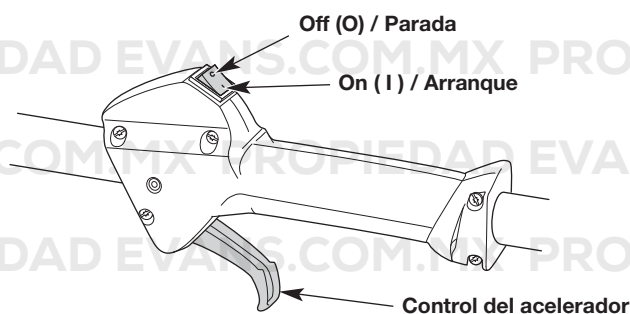

Fig. 7
NOTA: No es necesario encender la unidad. El interruptor de encendido/apagado está en la posición ON (I) (encendido) en todo momento (Fig. 7).
6. Apriete el control del acelerador (Fig. 7) y tire de la cuerda de arranque con un movimiento controlado y firme **5 veces** (Fig. 9).
2. Oprima y mantenga apretado el interruptor de encendido/apagado en la posición OFF (O) (apagado) hasta que el motor se pare por completo (Fig. 7).